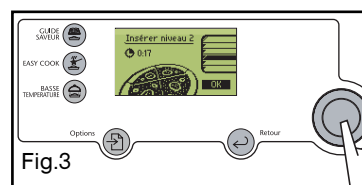

Fig.3
- Enfournez votre plat au niveau de gradin demandé (fig 3).